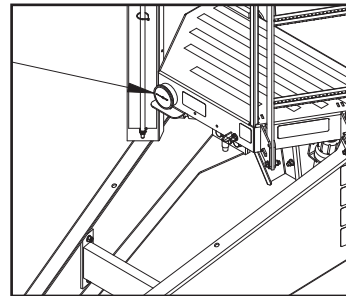

Figure 29
9. Augmenter très lentement le débit hydraulique du distributeur #1 en observant la variation de pression de pulvérisation sur l'indicateur de pression principale. **(figure 29)** En tout temps, la pression de pulvérisation ne doit pas dépasser 150 psi.